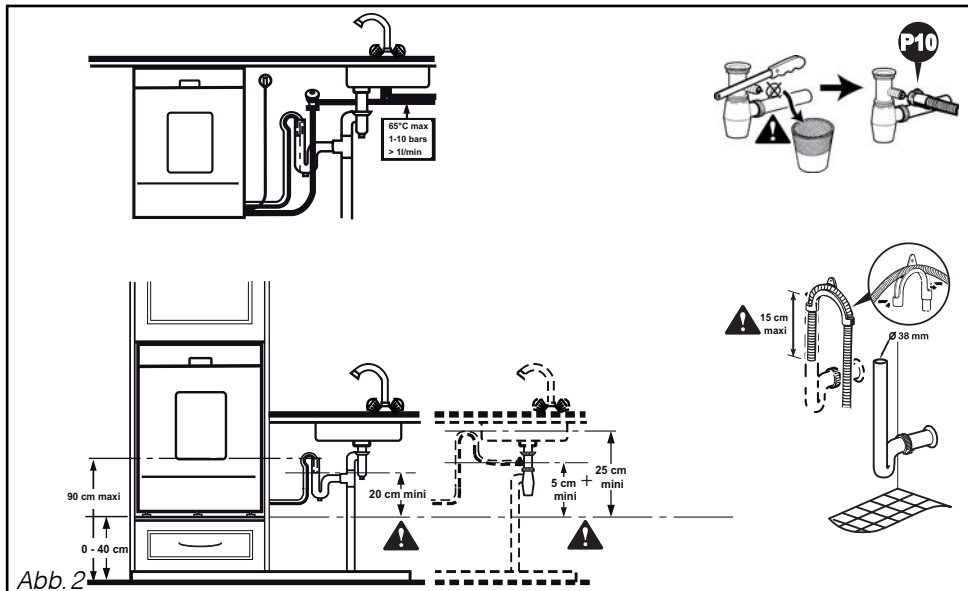

Abb. 2
• **ABWASSERANSCHLUSS: ABB. 2**